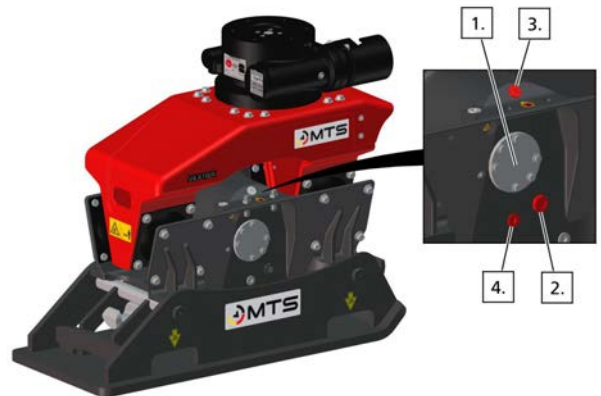

Abbildung 20: Öl erneuern
- MTS-Anbauverdichter (WA) ohne Anbauwerkzeug eben und waagrecht auf tragfähigem Untergrund abstellen.
- Die Öleinfüllschraube Pos. 3 (siehe Abbildung 20, Seite 18) herausdrehen und anschließend die Ölablassschraube Pos. 4 aus der Erregereinheit (siehe Abbildung 20, Seite 18) herausdrehen.
- Das Anbaugerät mit dem Trägergerät oder mit einem geeigneten Hebe-/Anschlagmittel nur soweit kippen, dass das Öl vollständig über die Ablassöffnung Pos. 4 (siehe Abbildung 20, Seite 18) ablaufen kann.
- Ist das gesamte Öl abgelaufen, die Ölablassschraube Pos. 4 (siehe Abbildung 20, Seite 18) mit einem neuen Kupferdichtring in die Ablassöffnung einschrauben und festziehen.
- Ca. 1000ml (V3WA) / 900ml (V4WA) Getriebeöl (Spezifikation siehe Kapitel 9.7, Seite 19, Tabelle 15) über die obere Öffnung an der Erregereinheit bei Pos. 3 (siehe Abbildung 20, Seite 18) einfüllen.
- Öleinfüllschraube Pos. 3 (siehe Abbildung 20, Seite 18) mit einem neuen Kupferdichtring einschrauben und festziehen.
- MTS-Anbauverdichter (WA) reinigen.